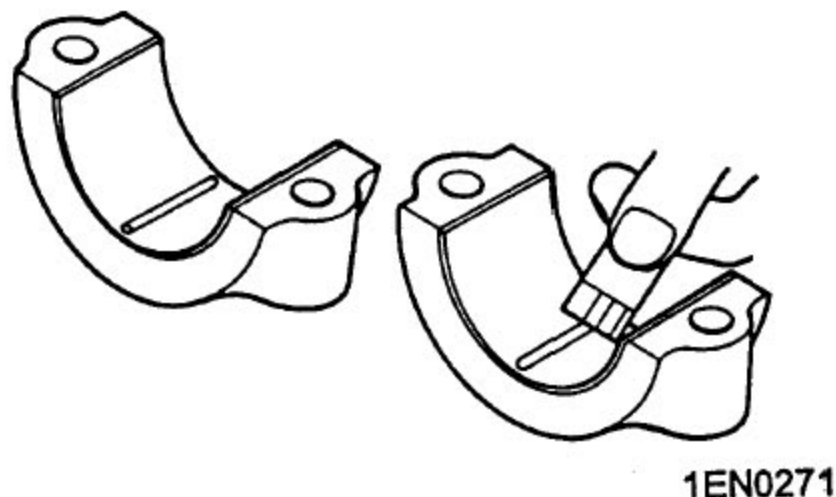

图 5-8
- F). 用印刷在塑料线规袋上的标尺，在最宽点测量塑料线规的被挤压部分（见图 5-8）。